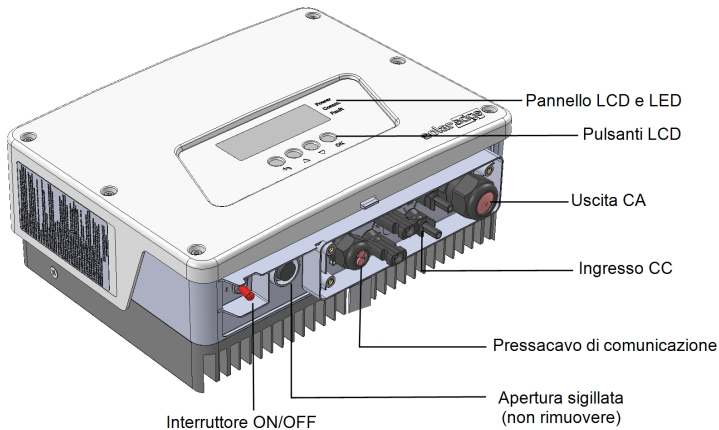

Figura 3: Interfacce dell'inverter
4. Aprire il pressacavo del cavo di corrente alternata e inserire il cavo attraverso il pressacavo (vedere Figura 3).